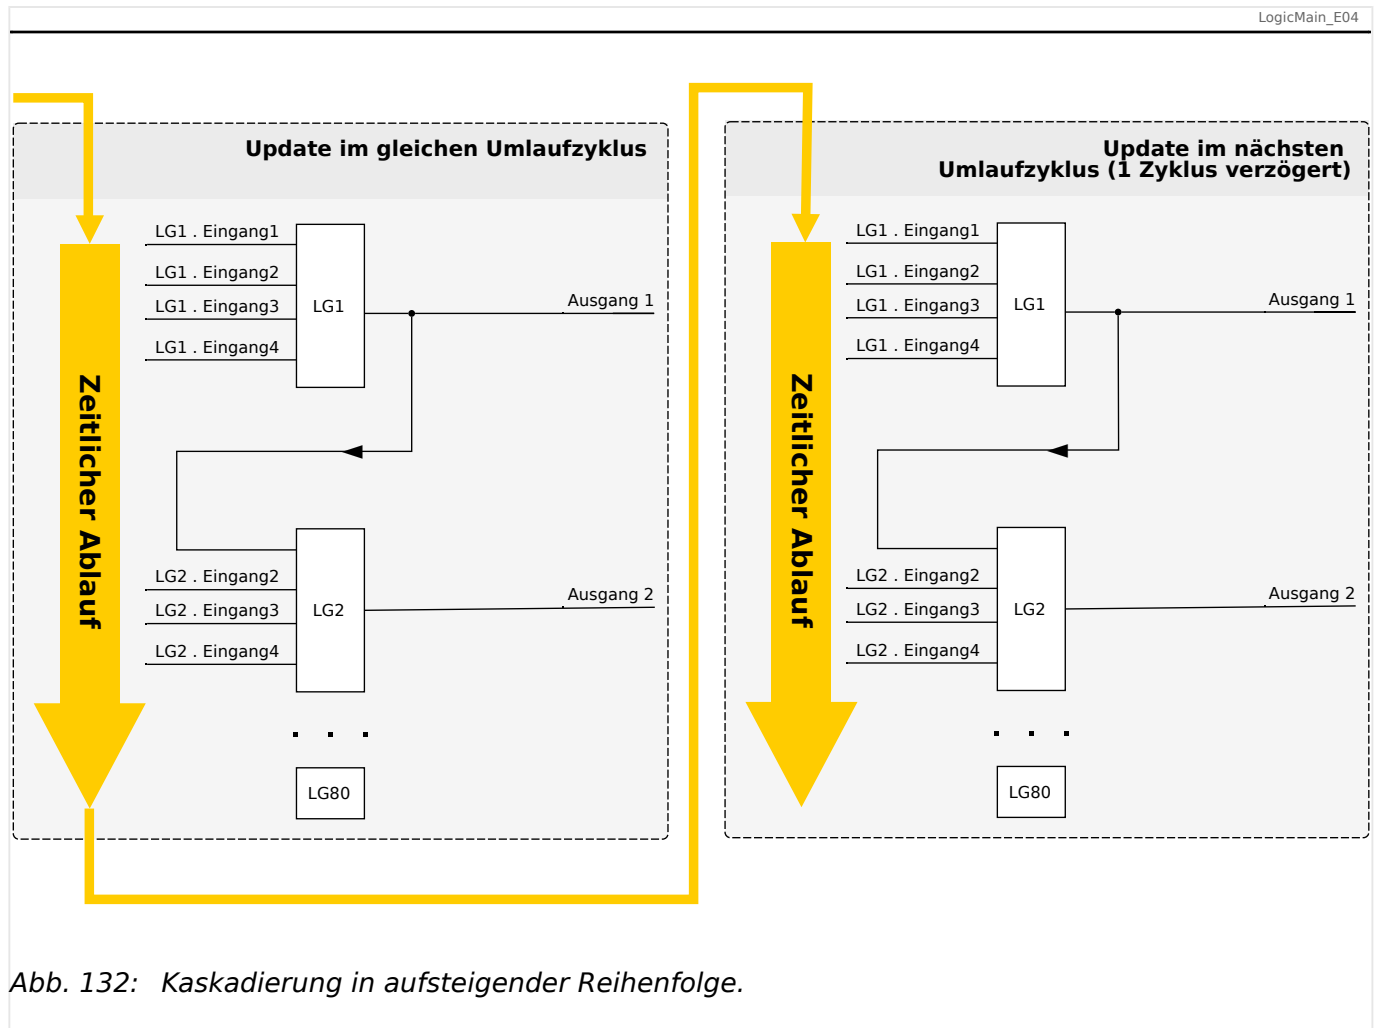
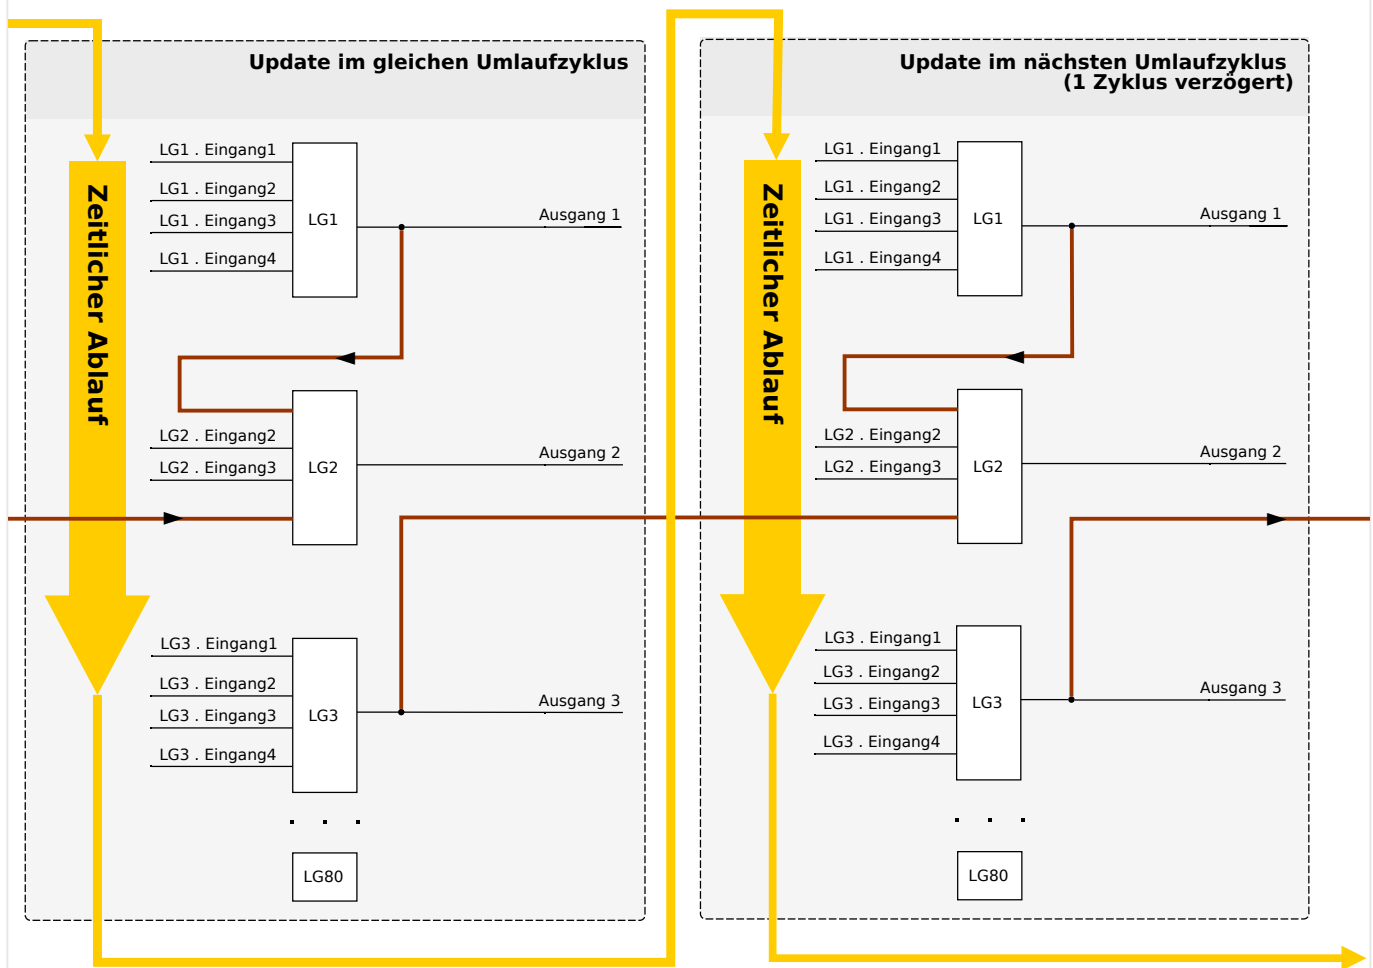

Abb. 132: Kaskadierung in aufsteigender Reihenfolge.
Abb. 133: Kaskadierung in absteigender Reihenfolge.
- Kaskadierung in **aufsteigender** Reihenfolge bedeutet, dass der Ausgang einer Logikgleichung auf den Eingang einer Logikgleichung mit **höherer** Nummer rangiert wird. Das Diagramm  **Abb. 132** weiter unten zeigt ein Beispiel, bei dem der Ausgang von LG1 auf einen Eingang von LG2 rangiert wird.
- Kaskadierung in **absteigender** Reihenfolge bedeutet, dass der Ausgang einer Logikgleichung auf den Eingang einer Logikgleichung mit **niedrigerer** Nummer rangiert wird. Das Diagramm  **Abb. 133** zeigt ein Beispiel, bei dem der Ausgang von LG3 auf einen Eingang von LG2 rangiert wird.
Bei der Konfiguration des Schutzgerätes bestehen keinerlei Einschränkungen oder Unterschiede zwischen aufsteigender und absteigender Reihenfolge. Da allerdings während der Laufzeit des MRA4 die Logikgleichungen in aufsteigender Reihenfolge ausgewertet werden, haben die resultierenden Ausgangswerte, die am Eingang der Logikgleichung anstehen, ein unterschiedliches „Alter“, wie in  **Abb. 132** und  **Abb. 133** veranschaulicht wird.
Das in  Abb. 133 gezeigte Beispiel zeigt eine Konfiguration von „Logikgleichung 2“, die den Ausgang von zwei weiteren Logikgleichungen, „Logikgleichung 1“ und „Logikgleichung 3“, als Eingangszustände verwendet. Hierbei ist der Ausgang von „Logikgleichung 1“ in aufsteigender Reihenfolge verwendet, sodass der Wert in jeweils demselben Prozesszyklus ermittelt wird. Der Ausgang von „Logikgleichung 3“ wird in absteigender Reihenfolge verwendet, sodass der Wert in dem jeweils vorherigen Prozesszyklus ermittelt wurde.